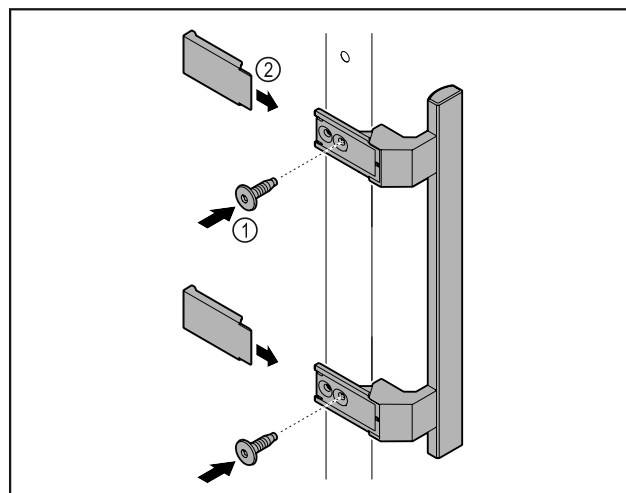

Fig. 47
- Montare sulla porta la maniglia contenuta nella confezione con le viti annesse Fig. 47 (1).
- Applicare la copertura Fig. 47 (2).